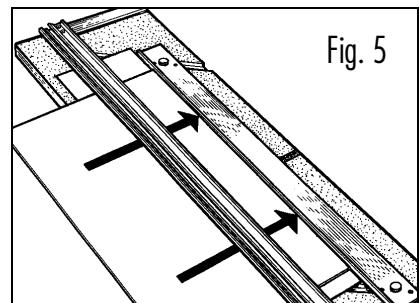

Fig. 5
- 5 Situer le couteau biseauté par-dessus du bord de la barre de guidage et régler la ligne argentée avec la ligne inférieure au crayon (Fig. 5).